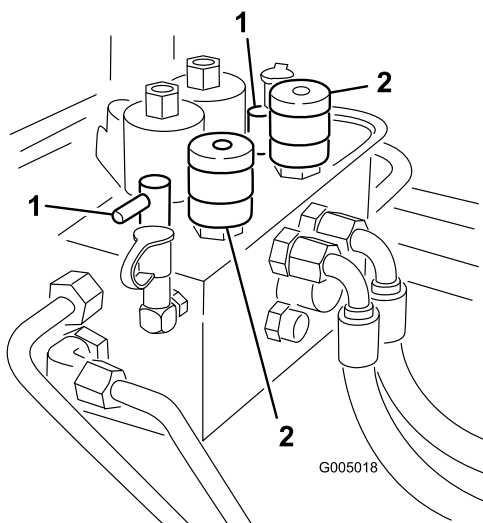

図 84
3. リール速度セレクトとバックラップノブ 図 84 を探し出す。バックラップノブをバックラップ位置にセットし、速度ノブを「」にセットする。